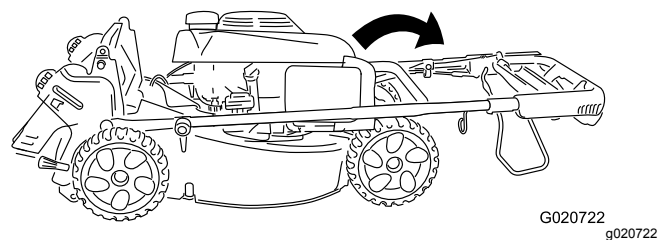

Рисунок 5
2. Осторожно перемещайте верхнюю рукоятку вперед до тех пор, пока половинки рукоятки не окажутся на одной линии и не сложаются вместе, как показано на рис. Рисунок 5